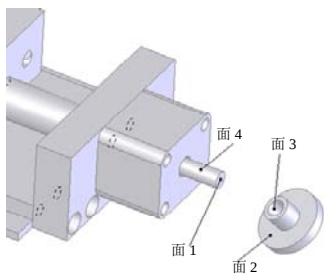
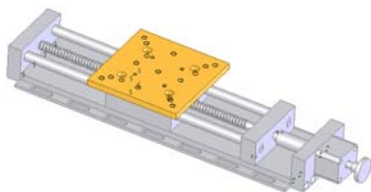

图 10-92 插入手轮后的图形
图 10-93 配合后的图形
①插入手轮。执行[插入]||[零部件]||[现有零件/装配体]菜单命令，插入手轮。具体步骤可以参考上面的介绍，将手轮插入到图中合适的位置，结果如图 10-92 所示。
②添加配合关系。单击[装配体]控制面板中的[配合]按钮，将图 10-92 中的面 1 和面 2 设置为[同轴心]配合关系；将面 3 和面 4 设置为[重合]配合关系，结果如图 10-93 所示。